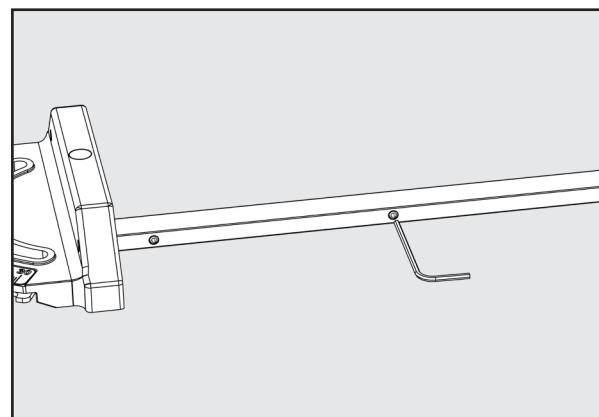

Figura 29
1. Use una llave Allen de 3/32 de pulgada en cualquiera de los tres tornillos de fijación ubicados en el costado de la barra. Ver Figura 29 y 30.